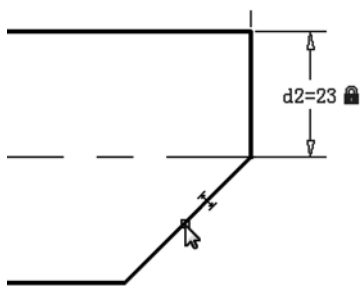
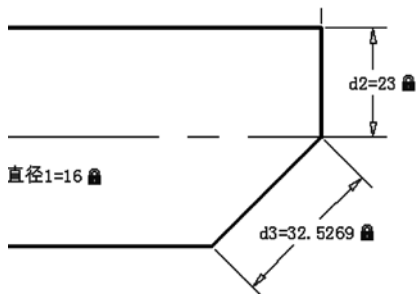

图 11-29 选择倾斜的直线对象
图 11-30 创建对齐标注约束
7) 创建对齐标注约束。单击“对齐标注约束”按钮，在“指定第一个约束点或 [对象(O)/点和直线(P)/两条直线(2L)] <对象>:”提示下输入“O”，并按〈Enter〉键以确认选择“对象”选项，选择如图 11-29 所示的直线对象，接着指定尺寸线位置，按〈Enter〉键接受默认的标注表达式（值），从而完成如图 11-30 所示的对齐标注约束。